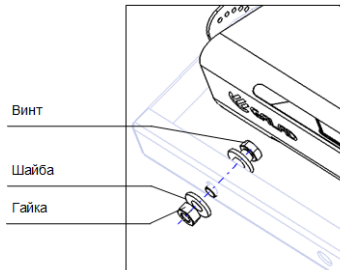
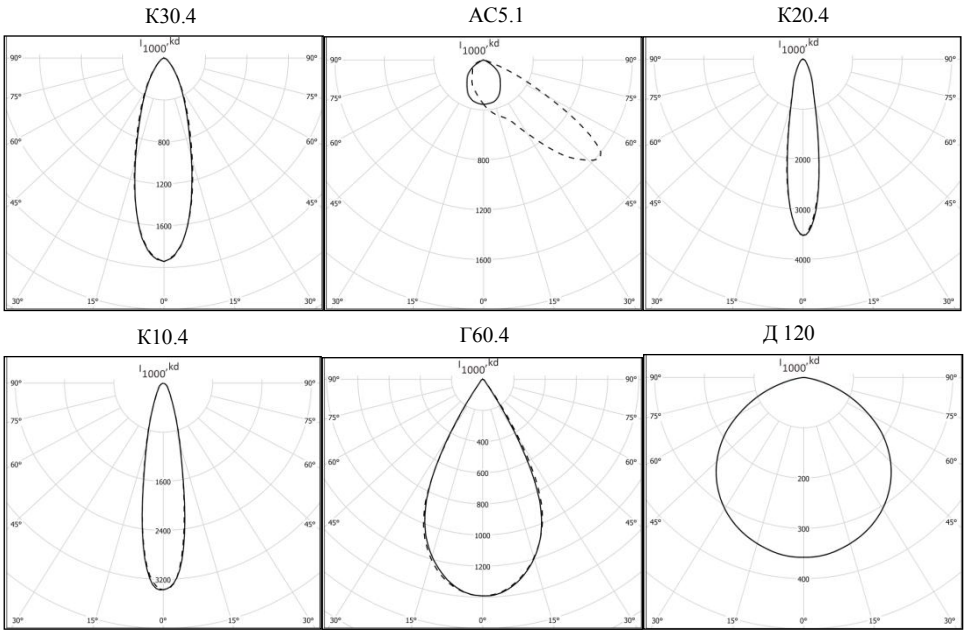

Рисунок 5
Рисунок 6
2.11 Изделие может поставляться совместно с комплектами подвески рис. 5 и рис.6 Наличие подвески в комплекте поставки согласовывать при заказе прожектора.
6.4 Обеспечение защиты от падения. Для исключения возможности падения светильника, в случае не предусмотренных условиями эксплуатации механических нагрузок, в комплект прожектора входит защита от падения. Защита от падения (рис.1 поз.4) должна быть установлена независимо от типа основного крепления прожектора. Защита от падения выполнена в виде троса с зажимом (рис.6). Порядок установки защиты от падения: